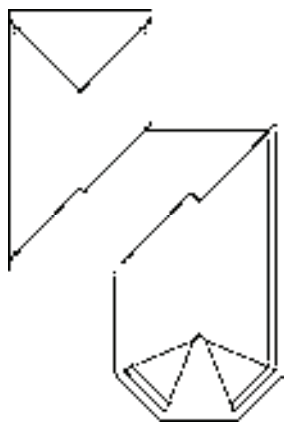

图 13-148 绘制屋顶
7) 命令行提示“出檐长<600>:”时, 输入 0, 按〈Enter〉键即可完成任意坡顶的创建, 结果如图 13-148 所示。